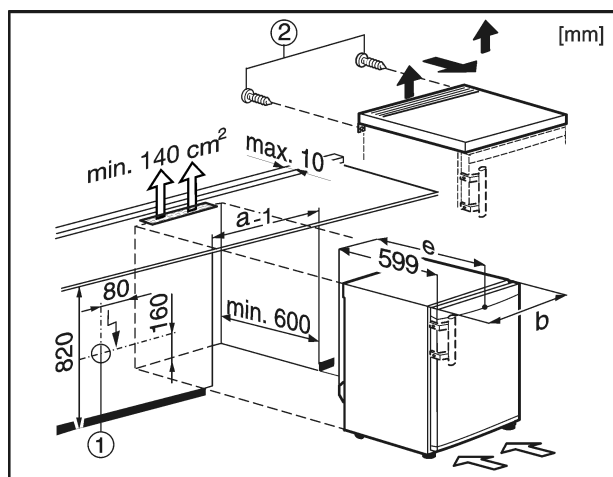

Fig. 9
Pistikupesa Fig. 9 (1) peab paiknema seejuures väljaspool seadme tagakülge ning olema kergesti ligipääsetav.
- Eemaldage tagaküljelt kruvid Fig. 9 (2).